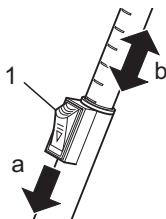

Abb. 10
7. Stellen Sie die Länge des Teleskoprohres ein. Drücken Sie dazu die Taste zum Lösen des Teleskoprohres (Abb. 10/1) nach unten (Abb. 10/a). Ziehen Sie dann das Teleskoprohr am Handgriff (Abb. 1/1) auf gewünschte Länge (Abb. 10/b). Zum Verriegeln lassen Sie die Taste los, während Sie gleichzeitig am Teleskoprohr ziehen. Sie hören ein deutliches Klicken.